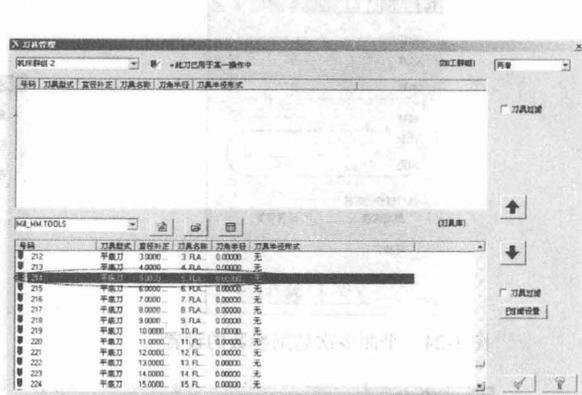
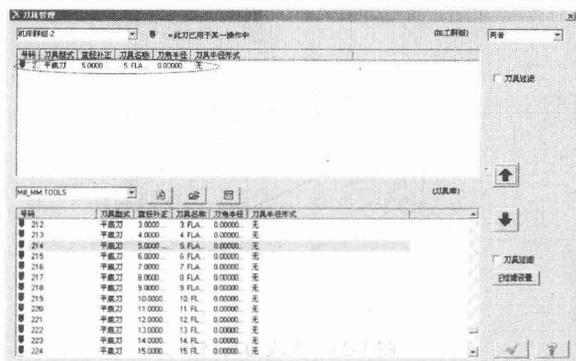

图 1-20 选择刀具类型
图 1-21 复制刀具到群组
(2) 打开【刀具管理】对话框，选择编号为 214，直径为  $\phi 5$  的平底刀，如图 1-20 所示，具体刀具参数已在图中列出。单击  按钮将刀具资料复制到群组中，如图 1-21 所示，然后单击  按钮。